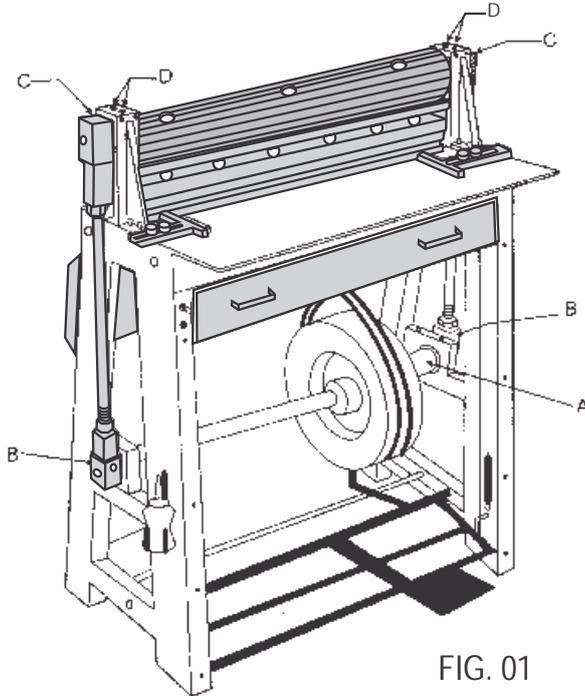

FIG. 01
- Pontos A: Catraca de Acoplamento (Fig. 01)
- Pontos B: Bielas do Eixo Excêntrico (Fig. 01)
- Pontos C: Bielas do Travessão (Fig. 01)
- Pontos D: Travessão (Fig. 01)